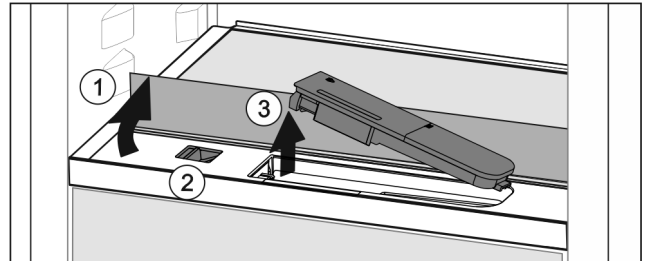

Fig. 164
- ▶ Tõstke klaasplaat üles ja klappige lõpuni taha Fig. 164 (1).
- ▶ Lükake liugurit Fig. 164 (2) vasakule.
- ▶ Võtke veepaak välja Fig. 164 (3).